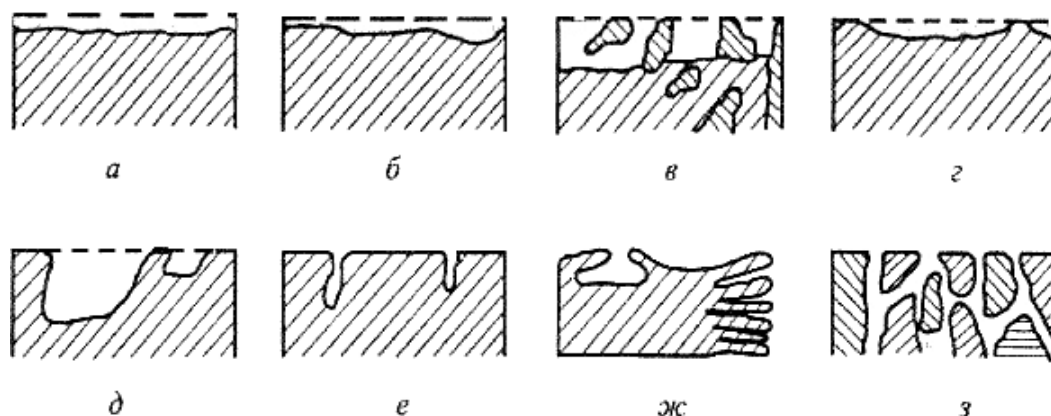

Рисунок 1 – Виды коррозионных разрушений
3. По характеру изменения поверхности металла или сплава различают несколько видов коррозионных разрушений (рис. 1).
Укажите, используя рисунок 1, какой вид коррозионных разрушений соответствует типу:
4. По характеру изменения поверхности металла или сплава различают несколько видов коррозионных разрушений (рисунок 1). Укажите, используя рисунок 1, какой вид коррозионных разрушений соответствует типу:
5. По характеру изменения поверхности металла или сплава различают несколько видов коррозионных разрушений (рисунок 1). Укажите, используя рисунок 1, какой вид коррозионных разрушений соответствует типу: